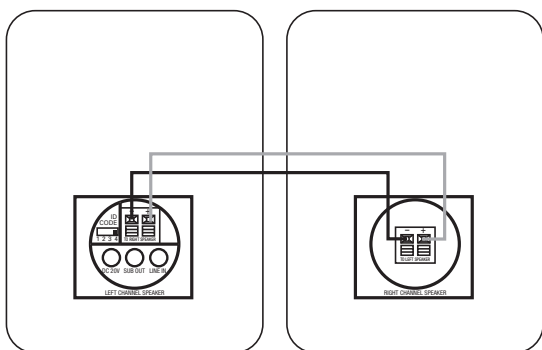

Abbildung 3.
**Schritt 3.** Schließen Sie die Lautsprecherkabel (im Lieferumfang enthalten) an die Klemmen ⑥ des aktiven und an die Klemmen ⑩ auf der Rückseite des passiven Lautsprechers an (siehe Abbildung 3). Bitte beachten Sie, dass die mitgelieferten Lautsprecherkabel mit einer markierten Ader versehen sind, um Fehler bei der Polarität zu vermeiden. Verbinden Sie immer die Tonquelle und die Lautsprecher gleichsinnig: den Pluspol der Quelle mit dem Pluspol des Lautsprechers und den Minuspol der Quelle mit dem Minuspol des Lautsprechers. Dabei spielt es keine Rolle welche Ader Sie für welche Verbindung verwenden.
**Schritt 3.** Schließen Sie die Lautsprecherkabel (im Lieferumfang enthalten) an die Klemmen ⑥ auf der Rückseite des aktiven und an die Klemmen ⑩ des passiven Lautsprechers (siehe Abbildung 3). Bitte beachten Sie, dass die mitgelieferten Lautsprecherkabel eine markierte Ader haben, um die Verkabelung zu vereinfachen. Verbinden Sie immer Tonquelle und Lautsprecher gleichsinnig: den Pluspol der Quelle mit dem Pluspol des Lautsprechers und den Minuspol der Quelle mit dem Minuspol des Lautsprechers. Dabei spielt es keine Rolle welche Ader Sie für welche Verbindung verwenden.
**Schritt 4.** Verbinden Sie die Stromanschlüsse am Sendemodul ⑫ und am aktiven Lautsprecher ⑦ mit den jeweiligen Netzteilen – verwenden Sie dazu die richtigen Netzkabel. Stellen Sie bitte sicher, dass die Antenne ⑪ am Sendemodul nach oben gerichtet ist.
**Schritt 3.** Schließen Sie die Lautsprecherkabel (im Lieferumfang enthalten) an die Klemmen 6 auf der Rückseite des aktiven und an die Klemmen 10 des passiven Lautsprechers an (siehe Abbildung 3). Bitte beachten Sie, dass die mitgelieferten Lautsprecherkabel eine markierte Ader haben, um die Verkabelung zu vereinfachen. Verbinden Sie immer Tonquelle und Lautsprecher gleichsinnig: den Pluspol der Quelle mit dem Pluspol des Lautsprechers und den Minuspol der Quelle mit dem Minuspol des Lautsprechers. Dabei spielt es keine Rolle welche Ader Sie für welche Verbindung verwenden.